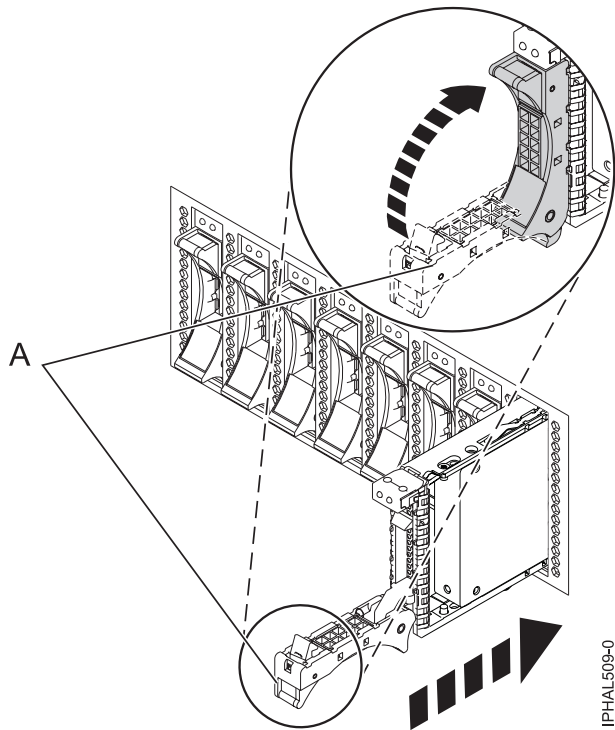

Figure 27. Remplacement d'une unité de disque ou d'une unité SSD dans l'unité centrale
6. Faites glisser complètement l'unité de disque ou l'unité SSD dans l'unité centrale ou dans une unité d'extension, et poussez la poignée de l'unité (**A**) jusqu'à ce qu'elle s'enclenche, comme indiqué dans la figure 27, à la page 50.